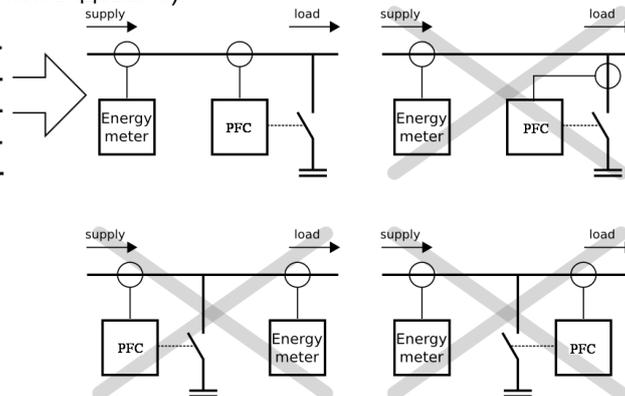
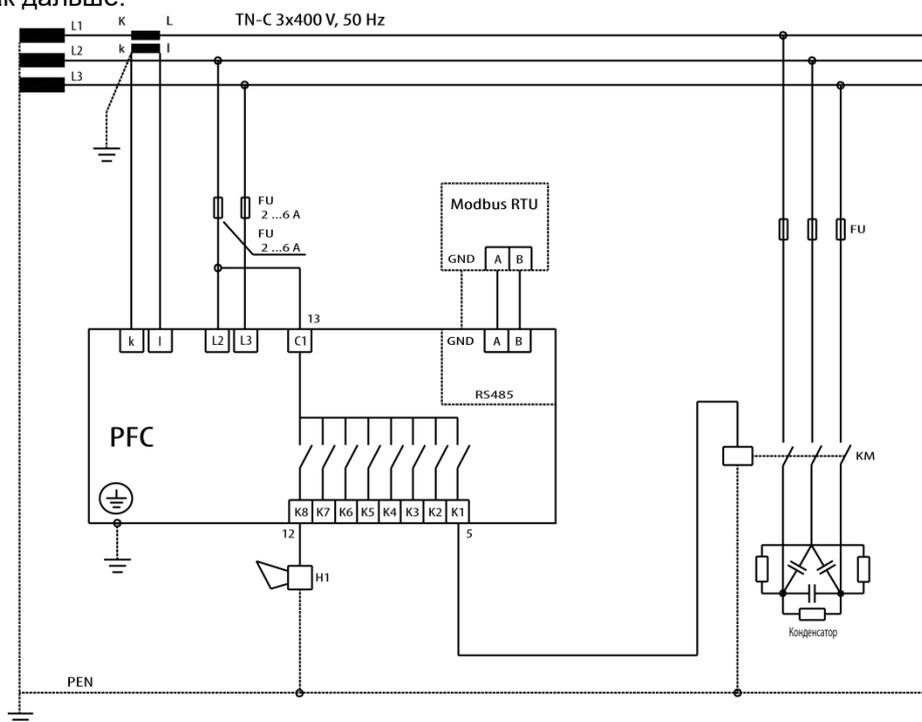

Рис. 4 Подключение регулятора к системе
Рис. 5 Подключение регулятора PFC 8 RS, 400V AC
По умолчанию в устройстве установлены стандартные настройки (см. табл. 3). Питание контроллера необходимо осуществлять от регулируемой сети, так как данное напряжение также используется для измерения. Значение данного напряжения указано на заводской этикетке. Измерительный трансформатор тока может быть подключен к любой фазе. По умолчанию в качестве напряжения питания и измерения используется L2-L3, установка трансформатора тока производится в фазу L1. Схемы подключения показаны на Рис.4 и Рис.5.
1. Подключите регулятор согласно схеме Рис. 5.
Трансформатор тока в электрической цепи должен располагаться так, чтобы через него проходил ток нагрузки и конденсаторный ток. Примеры подключения, показаны на Рис. 4. Расширенная схема подключения изображена на Рис. 5. При компоновке установки компенсации реактивной мощности существует правило, что ступени одинаковой мощности должны быть подключены подряд.